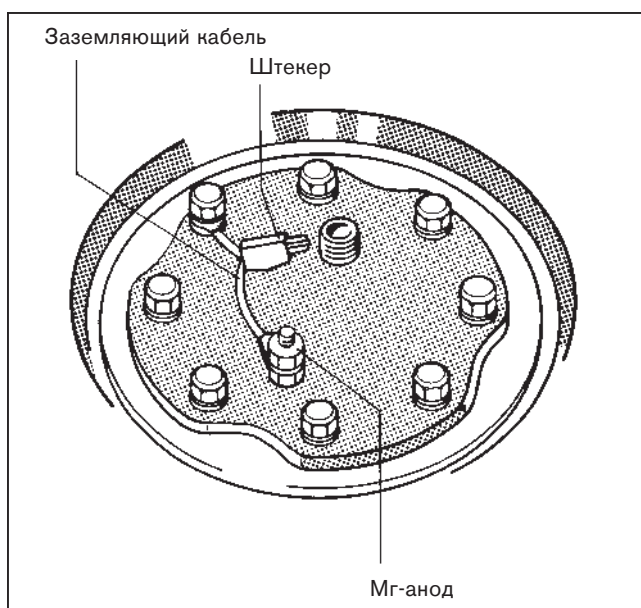

Рис. 13
- Регуляторы типа Ecomatic 4000: снять штекер у заземляющего кабеля (рис. 13).
- Вложить ушко заземляющего кабеля и закрутить шестигранные болты (рис. 13).